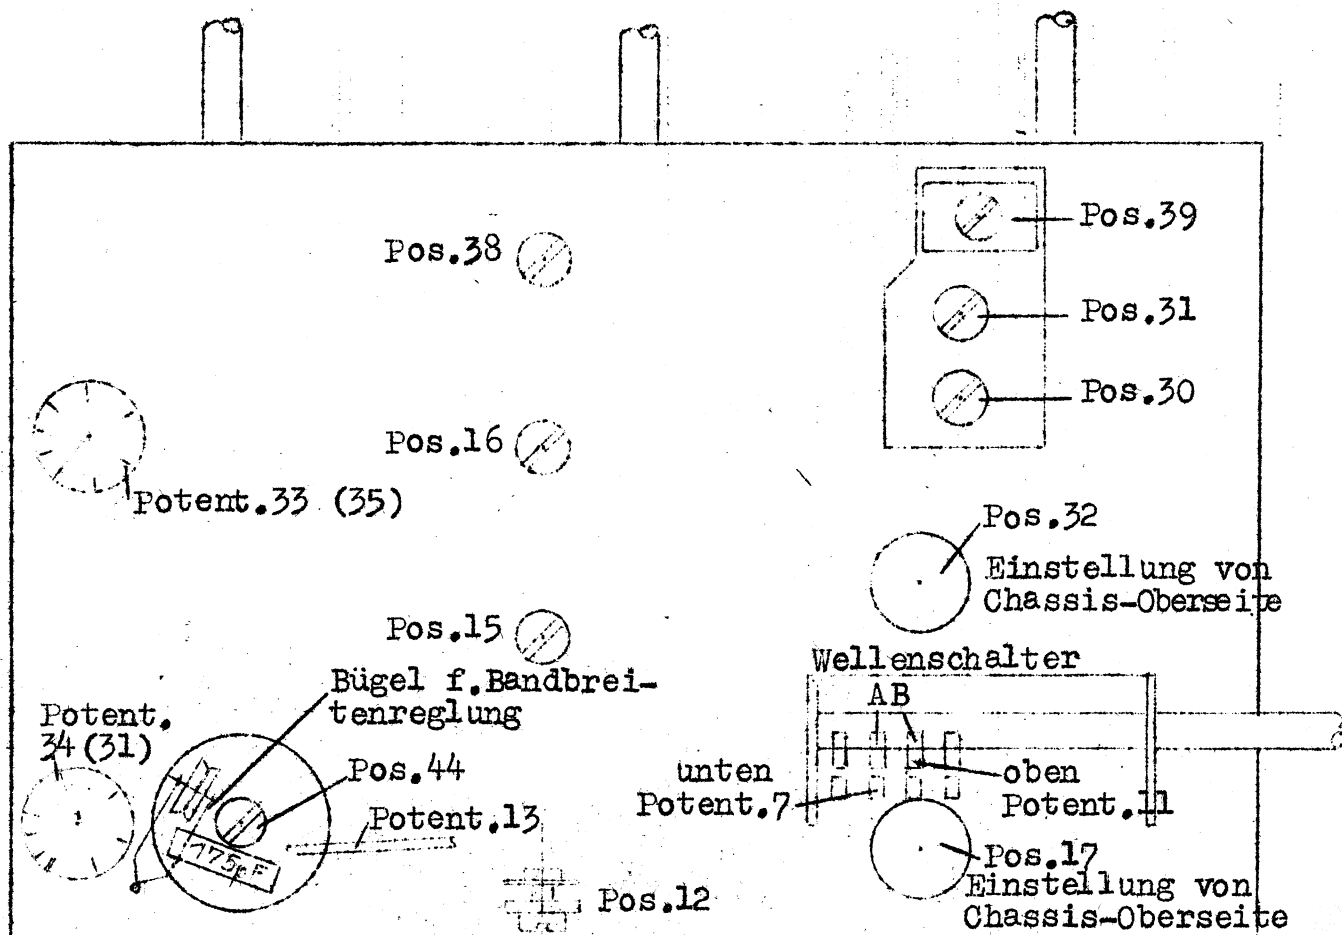

Bild 12 Chassis AEG 476 WK und AEG 476 GWK, Unteransicht
(Bild 12) (die Spulenebene steht durch Schalten des Bandbreiteregler auf grösste Trennschärfe waagerecht). um Chassiss) abgleichen. Bandfilterabgleich solange wiederholen, bis keine Steigerung der Ausgangsspannung mehr möglich ist.
- b) Bandbreitereglung: Meßsenderspannung an Gitterkappe der ACH 1 (CK 1) belassen, Spannung am Ausgangsinstrument bei Normalstellung des Bandbreiteregler (Knebel senkrecht in Raste) mit Lautstärkeregler auf ca. 4 Volt einregulieren. Nun muss der Zeiger des Ausgangsinstrumentes bei Drehung des Bandbreiteschalters nach rechts oder nach links jeweils um den gleichen Spannungsbetrag fallen (z.B. von 4 auf 3 Volt). Weicht der Spannungsabfall bei Rechtsdrehung ab von demjenigen bei Linksdrehung, dann ist der Bügel der Seilrolle (Bild 12) unterhalb des Bandfilters in Richtung des Seilzuges so hinzubiegen, bis Gleichheit erzielt wird.
- c) Mittelwellenbereich: Zeigerendstellung rechts prüfen: Beim rechten Anschlag muss Rotor mit Stator des Drehkondensators bündig stehen, Zeiger soll dabei Eichmarke schneiden (Bild 8). 10 Kilo-Ohm-Widerstand von Gitter der ACH 1 (CK 1) abnehmen und Vorkreisverbindung durch Anlegen der Gitterkappe wiederherstellen. Darauf Zeiger auf Eichmarke 1314 kHz (Bild 8), Meßsender ebenfalls auf 1314 kHz einstellen; Hochfrequenzkabel an Antennen- und Erdbuchse des Chassis legen, die C-Quetschen Pos.38, 16, 15 (Bild 12) auf maximale Ausgangsspannung einregulieren. Hierauf Skalenzeiger auf Eichmarke 600 kHz (Bild 8) und Meßsender auf 600 kHz stellen, dann die L-Korrekturen Pos.30, 18, 10 auf maximale Ausgangsspannung bringen. C- und L-Einstellung solange wiederholen, bis keine Steigerung der Ausgangsspannung mehr möglich ist. Letzte Einstellung C.
- d) Langwellenbereich: Hauptschalter auf Langbereich schalten, Skalenzeiger auf Eichmarke 378 kHz (Bild 8) und Meßsender auf 378 kHz einstellen, dann die C-Quetsche Pos.39 (Bild 12) auf Maximum einregulieren. Darauf Skalenzeiger auf Eichmarke 161,8 kHz, Meßsender auf 161,8 kHz bringen und L-Korrektur Pos.31 (Bild 12) auf Maximum einstellen. C- und L-Einstel-
lung des Oszillatorkreises solange wiederholen, bis keine Steigerung der Ausgangsspannung mehr möglich ist. Letzte Einstellung C. Darauf die L-Korrekturen des Eingangsbandfilters Pos.19 und 11 unter gegenseitiger Verstimmung der Kreise. (200 pF-Verstimmungskondensator an Chassis und Potent.7, Schalter A, bzw. Potent.11, Schalter B, siehe Bild 12) bei Stellung des Meßsenders und des Skalenzeigers auf 161,8 kHz (Bild 8) abgleichen. C-Quetschen für Eingangsbandfilter des Langbereiches nicht vorhanden.